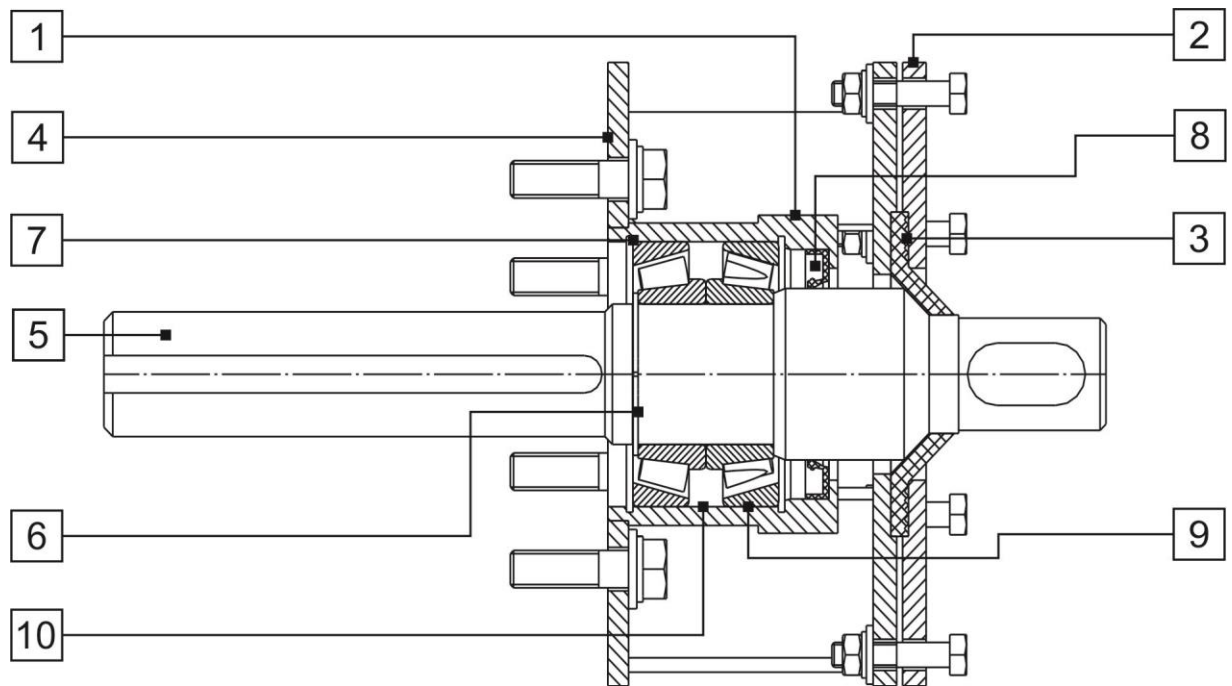

Рис.13
Подшипниковая опора приводная (Рис.13) винтового конвейера-питателя состоит из: корпуса (1), переднего фланца (2), уплотнения ВК-160.02.002 (3), заднего фланца (4), приводного вала (5) с пазом, стопорного кольца наружного 45 ГОСТ 13942 (6), стопорного кольца внутреннего 85 ГОСТ 139432 (7), армированной манжеты 2.2 55 x 80 ГОСТ 8752 (8), подшипников 7509А ГОСТ 27365 (9). Пространство (10) между подшипниками (9) на $\frac{1}{2}$ своего объема заполнено смазкой ЛИТОЛ 24.